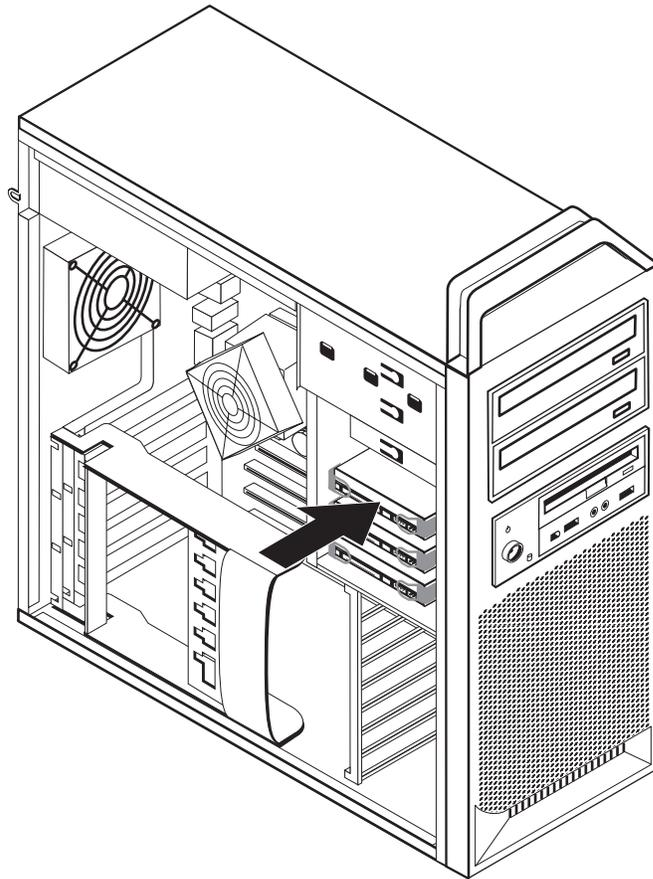

図 19. ハードディスクの取り外し
3. ハンドルを引いて、ハードディスクを取り外します。図 19を参照してください。